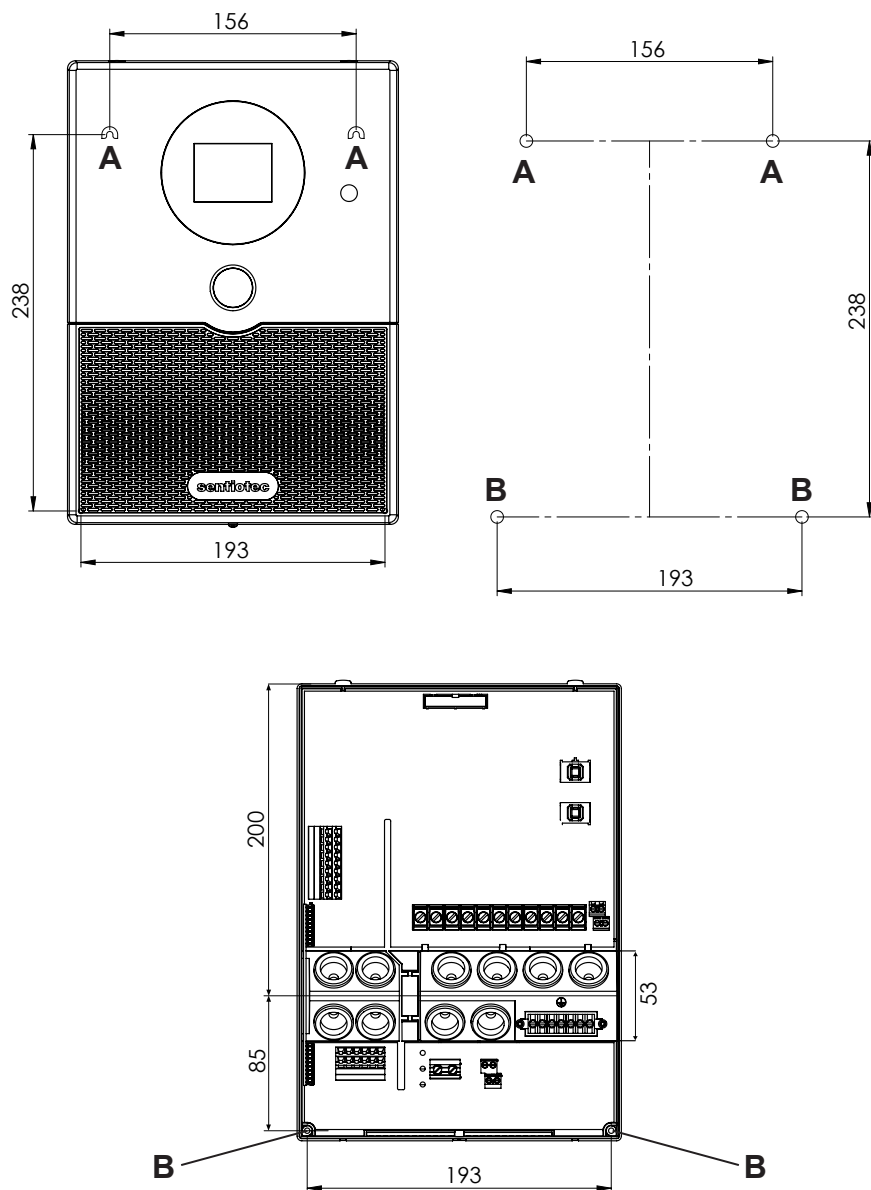

Fig.1 Posizione del dispositivo di sospensione e dei fori di montaggio (misure in mm)
1. Avvitare due viti per truciolari (3 x 25 mm) sulla parete della sauna a un'altezza di ca. 1,70 m lasciandole fuoriuscire di max. 7 mm. Le due viti devono essere posizionate a una distanza di 156 mm l'una dall'altra (vedi **Fig.1**).
4. Con l'ausilio del dispositivo di sospensione **A**, agganciare il comando della sauna alle viti con intaglio a croce montate (vedi **Fig.1**).
5. Avvitare due viti per truciolari (3 x 25 mm) nei fori di fissaggio inferiori **B** (vedi **Fig.1**).